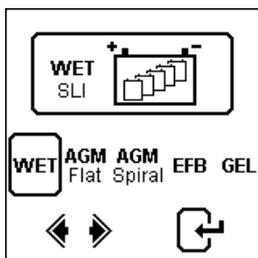

Fig.27
- Premere il tasto di conferma  e lo schermo passerà alla videata successiva come da Fig.27 sotto:
4. Premendo il tasto  in qualsiasi potrete ritornare al menù precedente (Fig.27).